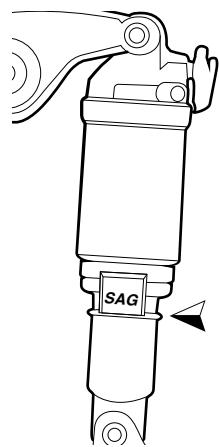

Figure 22. SAG Adjuster
- Descendez du vélo doucement sans créer d'à-coup et mesurez le SAG (*Figure 22*). Un SAG trop faible indique qu'il y a trop de pression dans votre fourche, vous devrez alors enlever de l'air à votre suspension. A l'inverse, un SAG trop élevé indique qu'il n'y en a pas assez, vous devrez alors ajouter de l'air à la suspension. Pour ce faire :
Votre Moustache est équipé d'un petit clip en plastique avec l'inscription « SAG Adjuster ». Le SAG idéal est atteint lorsque le joint torique est aligné avec l'extrémité de cette pièce comme sur la *Figure 22*. Si le joint est allé plus loin, c'est que votre amortisseur manque d'air. À l'inverse si le joint n'a pas atteint la graduation, c'est qu'il y a trop d'air dans l'amortisseur.